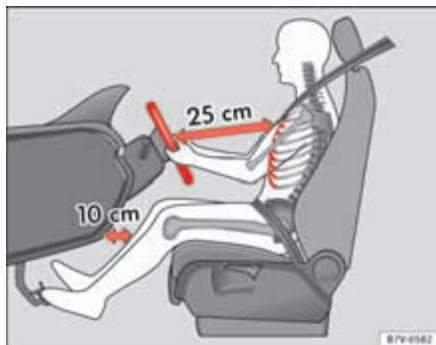
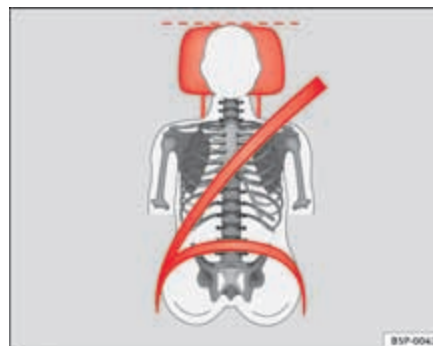

Fig. 1 La separación correcta entre el conductor y el volante debe ser de 25 cm como mínimo (10 pulgadas).
Fig. 2 Banda del cinturón y apoyacabezas ajustados correctamente.
- Ajuste el apoyacabezas de modo que el borde superior quede, en la medida de lo posible, a la altura de la parte superior de la cabeza, en ningún caso por debajo de los ojos. Mantenga la nuca lo más cerca posible del apoyacabezas ⇒ fig. 1 y ⇒ fig. 2.
- Ajuste el volante de tal modo que quede como mínimo a 25 cm (10 pulgadas) del tórax ⇒ página 12, fig. 1 y que pueda asir el volante lateralmente por la parte exterior con las dos manos y los brazos ligeramente flexionados.
- Ajuste el asiento del conductor longitudinalmente de forma que pueda pisar a fondo los pedales con las piernas ligeramente flexionadas y que las rodillas queden, como mínimo, a 10 cm (4 pulgadas) del tablero de instrumentos ⇒ página 12, fig. 1.